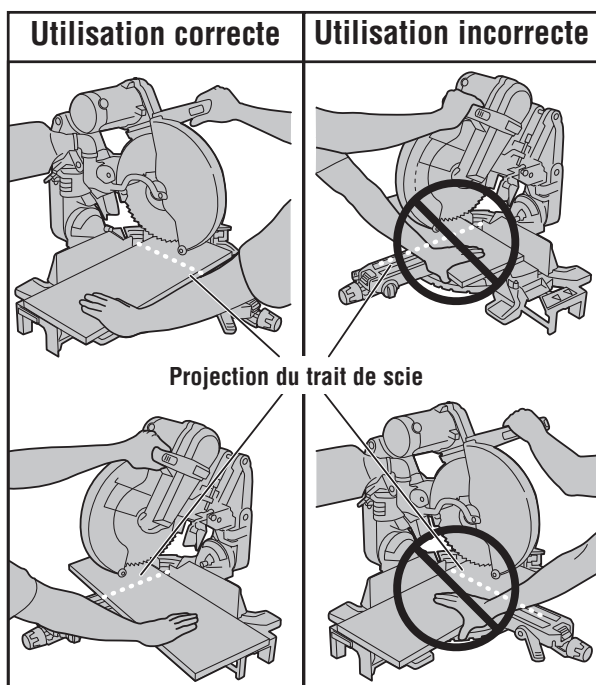

Figure 30. Positions des mains
**⚠ AVERTISSEMENT** Positionnez votre corps et vos mains adéquatement pour rendre la coupe plus facile et plus sûre. Observez les instructions suivantes. Vous risquez de subir des blessures graves si vous ne respectez pas toutes les consignes de sécurité identifiées ci-après par le symbole (•) (gros point) (voir Figure 30)
**SCIAGE À BLANC** – Il est important de savoir où la lame rencontre la pièce pendant le sciage. Effectuez toujours la simulation de coupe avec la scie à l'arrêt afin de comprendre la trajectoire de la lame de scie. Prenez note mentalement de la position de la trajectoire de la lame de scie et positionnez la pièce de manière à ce que vos mains et vos bras ne se trouvent pas dans la trajectoire de la lame en rotation. Réglez vos brides et guides de manière à ne pas entraver le mouvement de coupe ou de nuire à la régularité du mouvement du capot protecteur inférieur. (voir Figure 30)